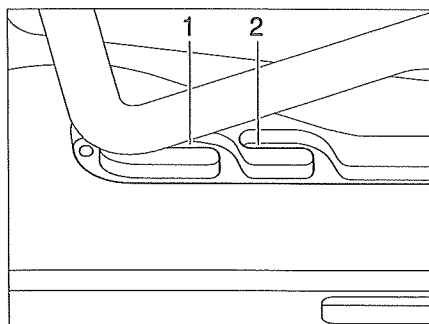
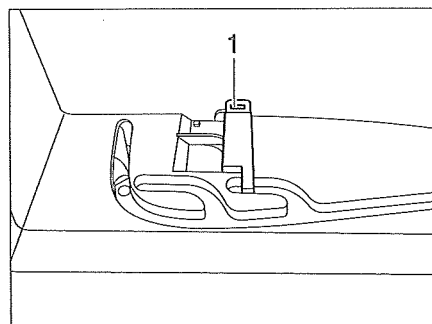

Bild 43 Heki-takluckan i ventilationsläge
Bild 44 Lås ventilationsläge
Heki-takluckan kan ställas i två ventilationslägen: Läget för dåligt väder (Bild 43,1) och mittläget (Bild 43,2). Beroende på modell kan takluckan låsas i mittläget med spärren (Bild 44,1).
■ Tryck bygeln lätt uppåt och skjut in den i det valda spåret (Bild 43,1 eller 43,2) och lås eventuellt.